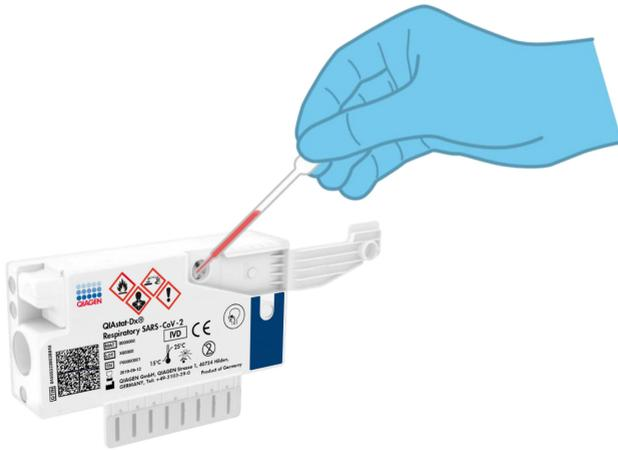

Figura 21. Transferencia de la muestra en el puerto principal del QIAstat-Dx Respiratory SARS-CoV-2 Panel Cartridge.
6. Transfiera con cuidado 300 µl del volumen de la muestra en el puerto principal del QIAstat-Dx Respiratory SARS-CoV-2 Panel Cartridge mediante la pipeta de transferencia de un solo uso suministrada (figura 21, en la página siguiente).